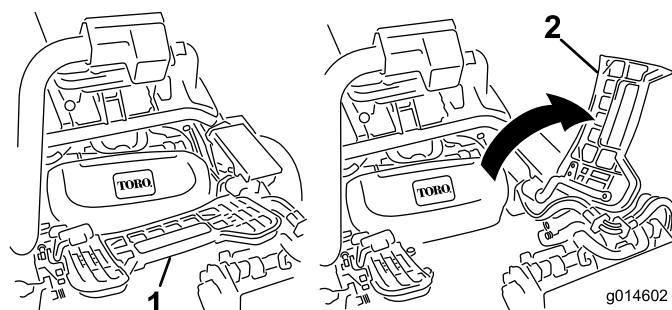

図 12
7. 中央カッティングユニットを取り付ける時は、フットレストを跳ね上げて取り付け位置へのアクセスを確保する 図 12。